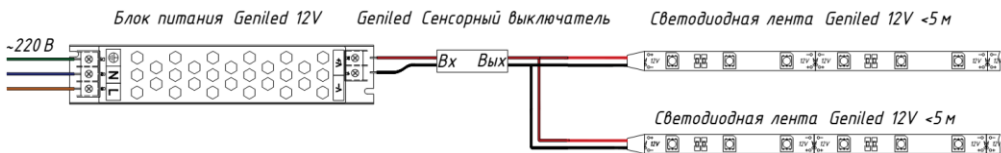

Рисунок 2 – Схема подключения.
- Подключите блок питания к входным разъемам Сенсорного выключателя. Рекомендуется использовать блоки питания Geniled 12-24В. При выборе мощности блока питания учитывайте запас не менее 15% к мощности нагрузки. При подключении соблюдайте полярность. См. рисунок 2.